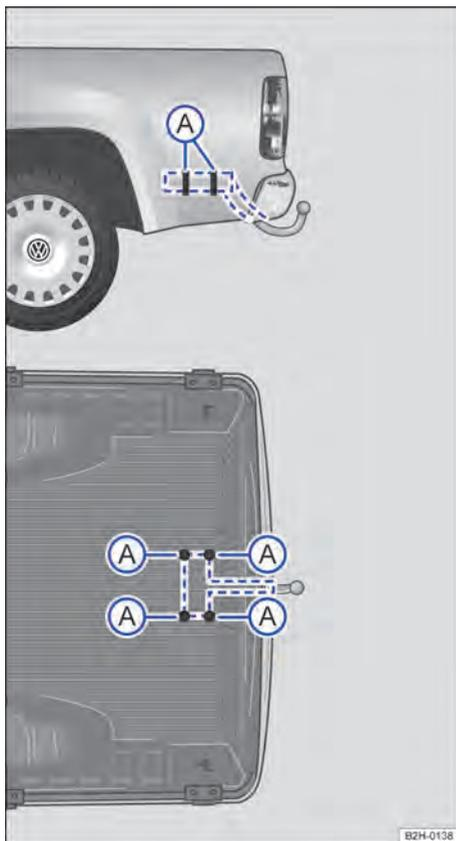

Fig. 133 Veículos com para-choque: pontos de fixação para a instalação posterior de um dispositivo de reboque.
→ Fig. 133 (A) (veículos com para-choque).